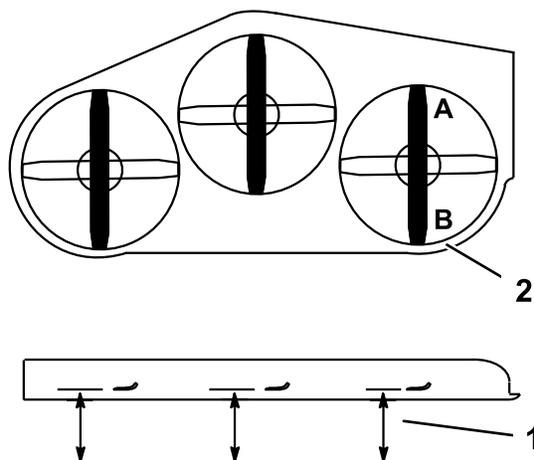

Figure 94
- Tournez la lame **droite** dans le sens longitudinal (Figure 94).
- Mesurez la distance au point **A** entre la surface plane et le tranchant de la pointe de la lame droite (Figure 94).
- Mesurez la distance au point **B** entre la surface plane et le tranchant de la pointe de la lame droite (Figure 94).
- La lame doit être plus basse de 6 à 10 mm ( $\frac{1}{4}$  à  $\frac{3}{8}$  po) au point **A** qu'au point **B** (Figure 94). Si ce n'est pas le cas, passez aux opérations suivantes.